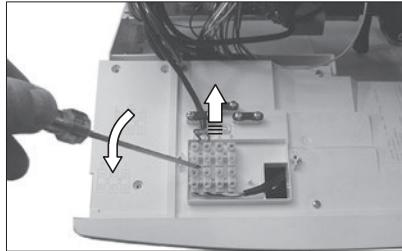

Рис. 1
- Отсоедините клеммную колодку дистанционного управления (Рис. 1)